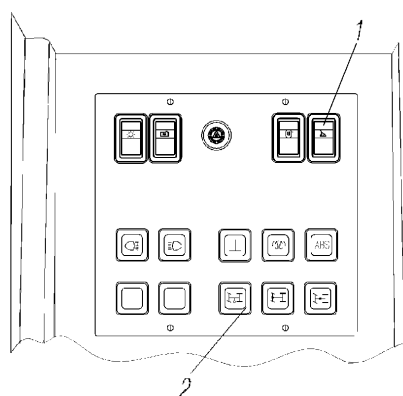

Рис. 10. Органы управления:
**Панель выключения, подъема и опускания платформы самосвальной установки** показана на рис. 10.
Переключатель 1 (см.рис. 10) служит для управления подъемом и опусканием платформы.